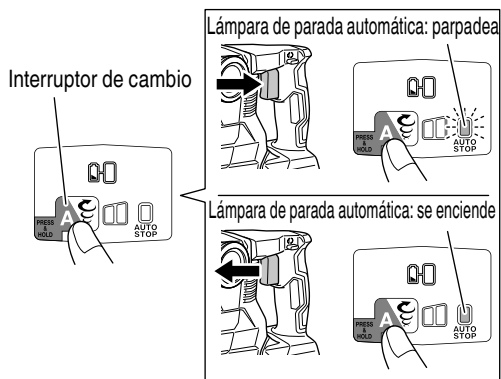

Fig. 30
- Modo de parada automática (encendido/apagado) (Fig. 30)
En el modo de selección, pulsar el botón durante más de dos segundos irá al modo de memoria. (Fig. 30)